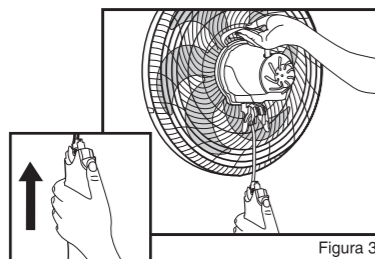

Figura 3
4. Para desmontar o ventilador, segure com uma mão a parte superior do ventilador e com a outra empurre o botão ejetor da base. Mantendo o botão ejetor nessa posição, aplique uma leve força para separar o motor da base conforme figura 3.